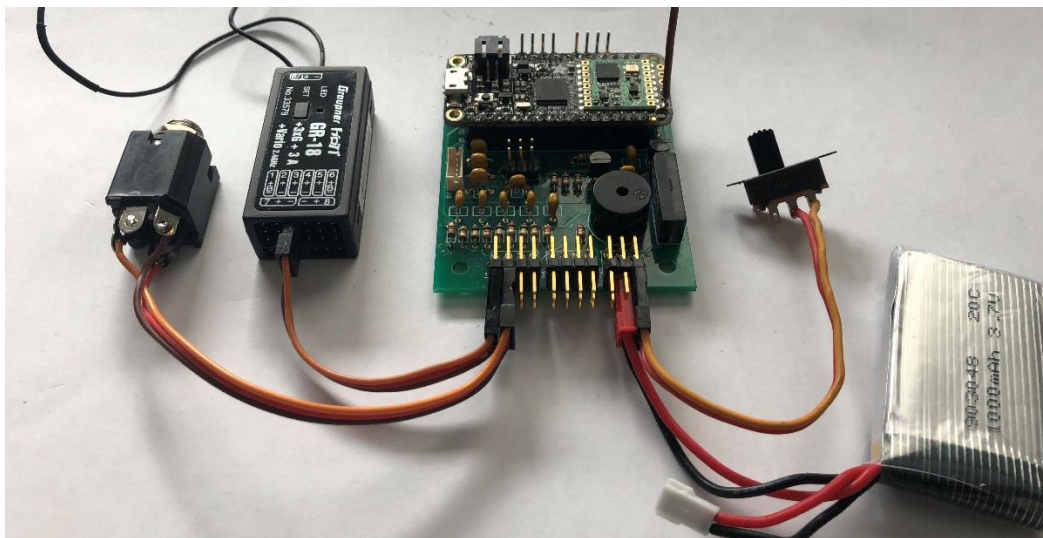

Abb. 10
- 6.5 Steht ein Wenderichter für die A-Wende zur Verfügung, macht es Sinn einen Kontrollempfänger anzuschließen, um auch auf Motoreinflüge zu überwachen. Abb. 10 zeigt die erforderliche Konfiguration.